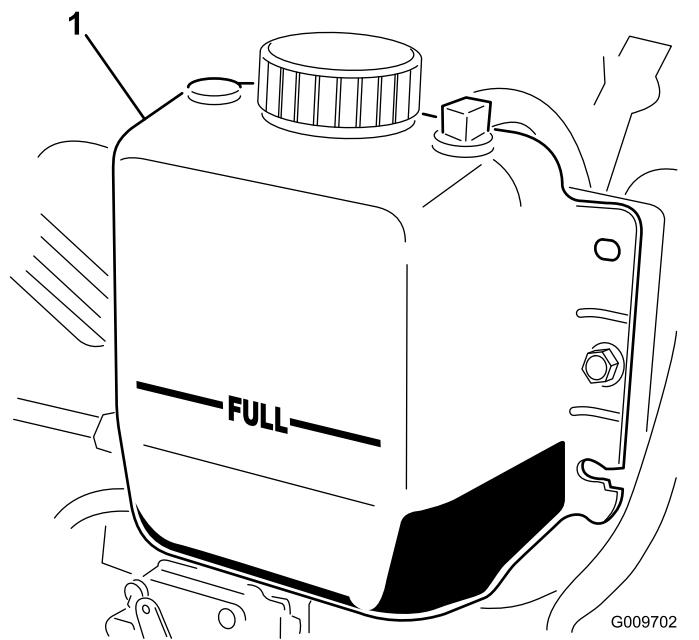

Figura 37
**Nota:** Il radiatore deve essere riempito fino alla parte superiore del collo del bocchettone ed il serbatoio di espansione fino al segno di pieno (Figura 37).